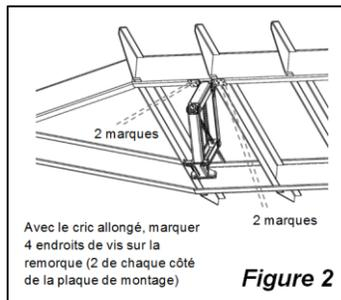

Figure 2
- Using the pre-punched holes on the mounting plate as a template, mark 2 screw locations on each side of the jack, for a total of 4 screws per jack, as shown in **Figure 2**.
4. En utilisant les trous préperforés sur la plaque de montage comme point de référence, marquer deux endroits pour les vis de chaque côté du cric, pour un total de quatre vis par cric, comme le montre la **Figure 2**.